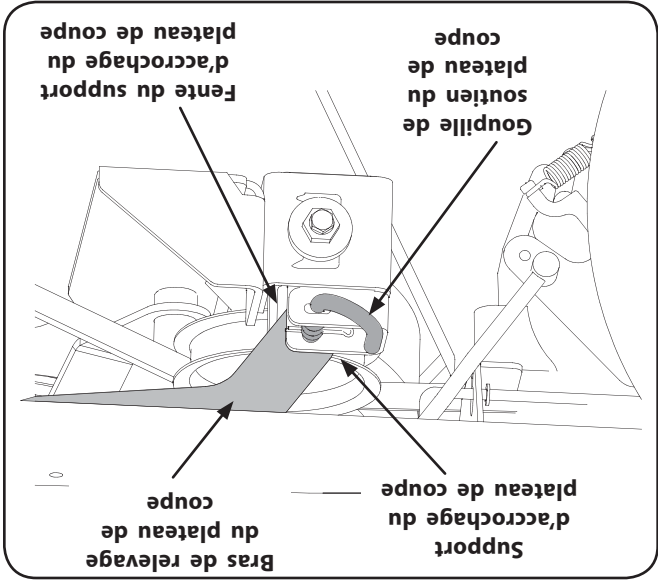

Figure 7-5
2. Tenez la courroie et la poulie et faites tourner la poulie vers la gauche (Voir la Figure 7-5). Continuez à tenir et à faire tourner la poulie et la courroie jusqu'à ce que la courroie soit complètement installée sur la poulie de la prise de force.
10. Tenez la courroie et la poulie et faites tourner la poulie vers la gauche (Voir la Figure 7-5). Continuez à tenir et à faire tourner la poulie et la courroie jusqu'à ce que la courroie soit complètement installée sur la poulie de la prise de force.
6. Localisez les goupilles de soutien de droite et de gauche du plateau de coupe de chaque côté du plateau de coupe. Sortez les goupilles et bloquez-les à la position non engagée pour dégaier les bras de relevage droit et gauche du plateau de coupe. Voir la Figure 7-5.
7. Redressez les bras de relevage pour les dégaier des fentes du support en relevant la manette de relevage à sa position la plus haute. Voir la Figure 7-5.